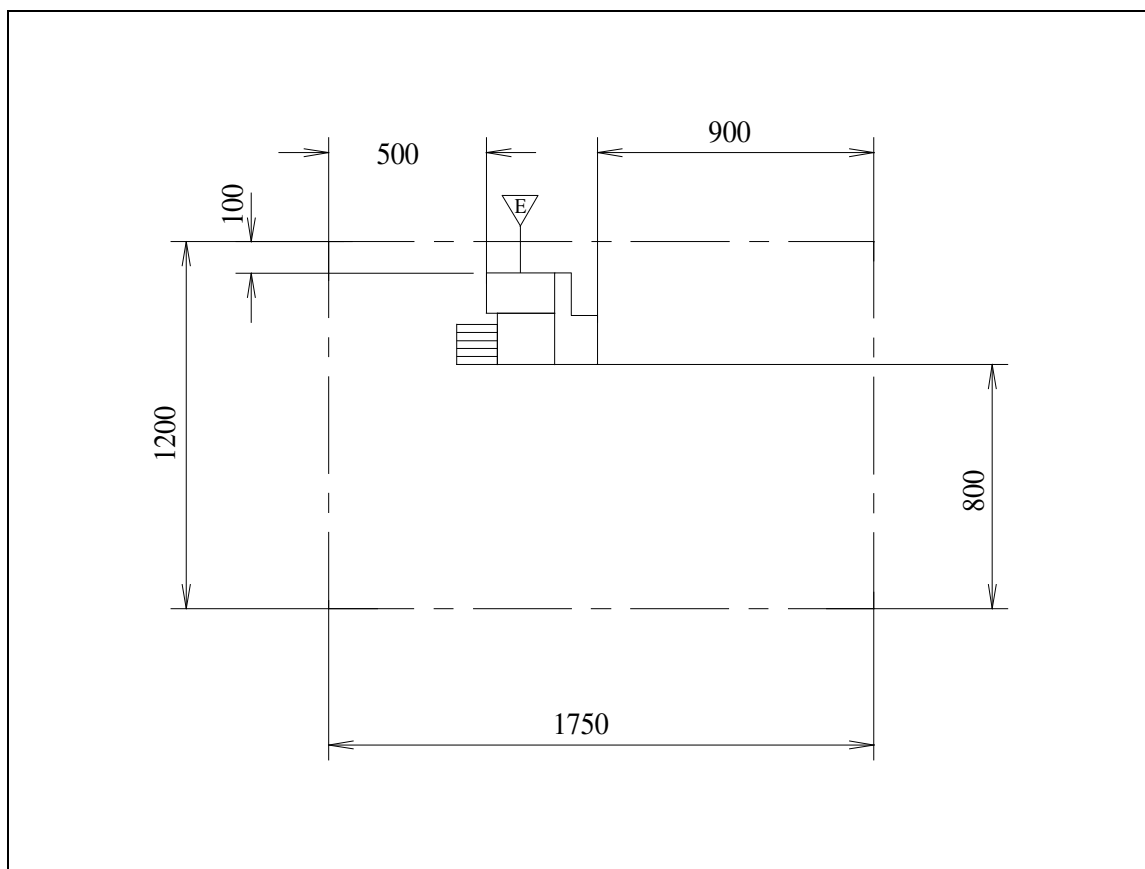

Bild 3-1: Aufstellungsplan, Gesamtflächenbedarf, Elektroanschluß
2. Innerhalb dieser Gesamtfläche ist die Maschine gemäß Aufstellungsplan (Bild 3-1) aufzustellen.